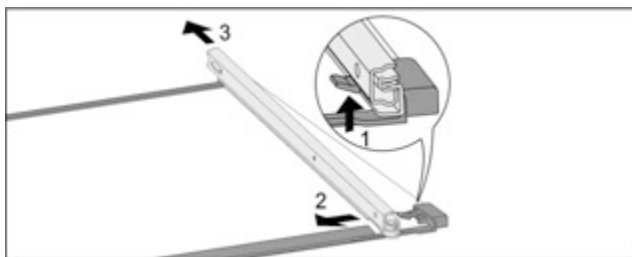

Fig. 133 Скляна пластина з рейками
- ▶ Натиснути передній гачок-фіксатор вгору. Fig. 133 (1)
- ▶ Виштовхніть виїзну рейку в сторону Fig. 133 (2) та назад Fig. 133 (3).